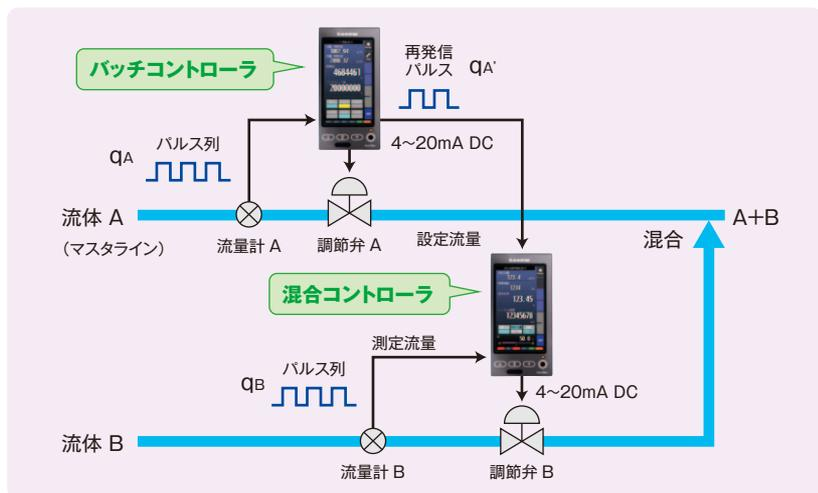
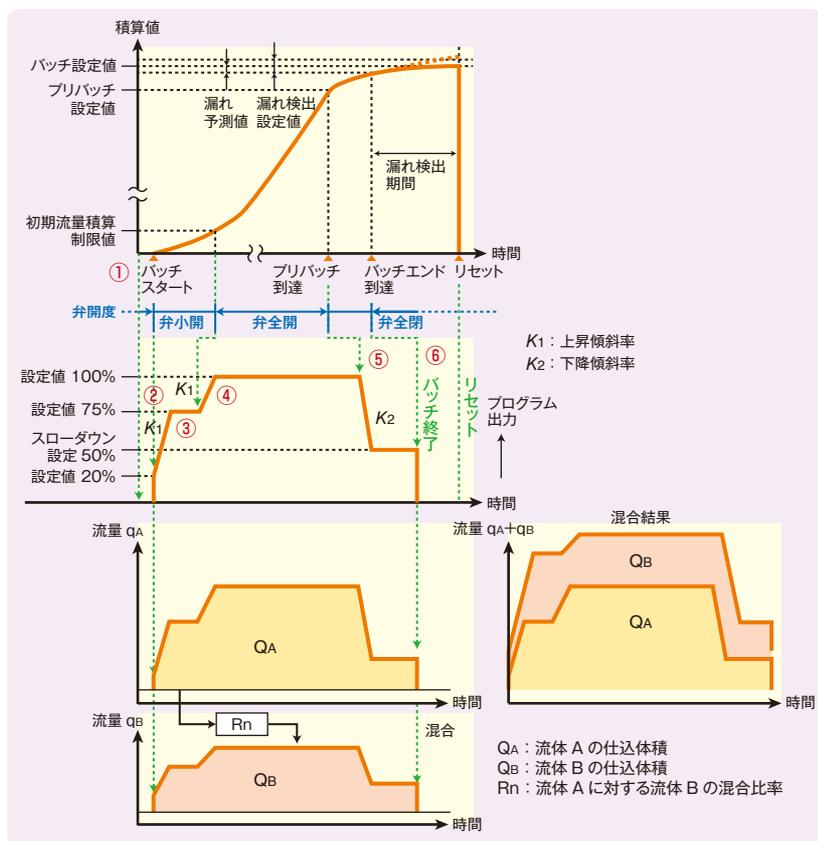

図1 定量混合出荷調節システム構成例
図2 バッチ進行とプログラム出力のタイミングチャートおよび混合結果
このシステムでは流量計からのパルス列信号をカウントして調節弁の連続制御を行い、原料(流体)を決まった分(定量)だけ計量投入し、同時に別の第2の種類の流体を連続的に混合し、各流体の仕込体積の比率が所定の値となる混合調節制御を行います。図1に簡単な構成例を記載します。図1において、「バッチコントローラ」でマスタラインの流体Aの定量出荷調節制御を行います*1。制御の結果、図2に示すように流体Aの仕込体積 Q_A が得られます。この仕込体積 Q_A に対し、「混合コントローラ」を使用して流体Aの流量をマスタ信号とし、任意の比
(1) 制御開始の準備を行います。「バッチコントローラ」と「混合コントローラ」にある「積算リセット」ボタンを押し、それぞれの入力パルス積算値をリセットして「0」にします(図2①)。設定流量積算値 q_A に対する混合比率(%)を「混合コントローラ」の画面から入力します。
(2) バッチのスタートを行います。外部から接点信号を「バッチコントローラ」に入力するか、または液晶パネル前面に割り付けられたスイッチによって開始します。バッチスタートと同時に「バッチ・プログラム設定」ブロックのプログラム出力を開始し、出力値を初期値20%から設定された上昇傾斜率 K_1 (%/s)の設定に沿って上げていきます(図2②)。
(3) このプログラム出力を目標値としたPID制御も開始され調節弁Aの開度を制御します。積算リセットを解除して、マスタラインに成分が流れ始めれば、流体Aの流量パルス列信号 q_A が「バッチコントローラ」に取り込まれます。同時に再発信パルス列信号 q_A' (設定流量)を出力して「混合コントローラ」に送り、調節弁Bの制御を開始します。
(4) 制限設定75%に到達すると、出力は一旦保持され(図2③)、入力パルスの積算値が「初期流量積算制限値」に到達したとき、定常値100%まで上昇して、目標値が100%となった調節弁Aの開度はほぼ全開になります(図2④)。調節弁Bは流体Aの流量に追従し設定した混合比率となるように開度が制御されます。
(5) 積算値が「プリバッチ値(バッチ設定値-プリバッチ設定値)」に到達すると、スローダウン設定(50%)までプログラム出力を絞ります(図2⑤)。さらに積算値が「バッチエンド値(バッチ設定値-漏れ予測値)」に到達すると、プログラム出力を0%にして調節弁Aを全閉にします(図2⑥)。調節弁Bも流体Aの減少に追従して開度を絞っていき全閉にします。